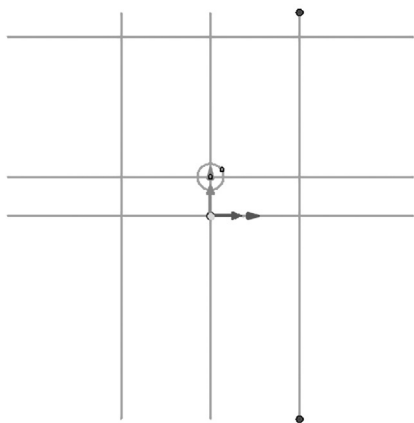
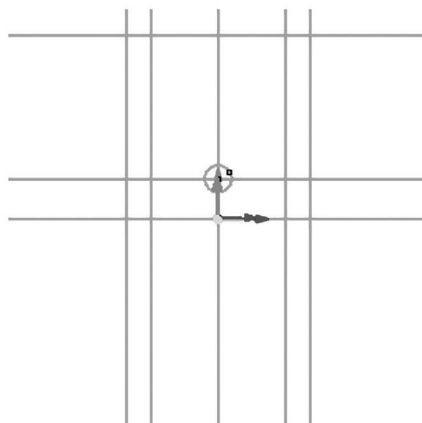

图 1-2-5 偏移辅助线 2
图 1-2-6 偏移辅助线 3
(5) 单击“偏移曲线”→“当前命令：单根”按钮，设置“长度：110”，拾取步骤 (2) 的水平线，设置偏移方向为 Y 正向，设置“长度：55”，拾取步骤 (2) 的垂直线，设置偏移方向分别为 X 正向和 X 负向，结果如图 1-2-5 所示；再次单击“偏移曲线”→“当前命令：单根”按钮，设置“长度：40”，拾取步骤 (2) 的垂直线，设置偏移方向分别为 X 正向和 X 负向，结果如图 1-2-6 所示。